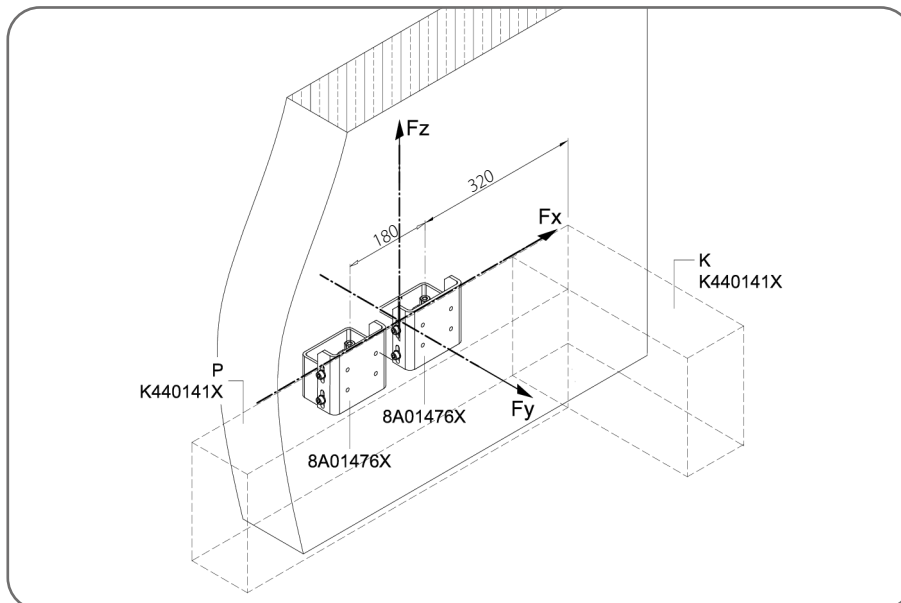

Abb. 6 Lineare Befestigungskonsolle 8A01476X
- Tiefe (ausdehnungsfähige Böden): Bei ausdehnungsfähigen Böden (Lehm, Ton, Löss, tonhaltiger Sand) muss die Unterseite des Fundaments unterhalb der lokalen Frostgrenze liegen, die für Polen im Bereich von 0,8 m bis 1,4 m festgelegt ist (gemäß Abb. 6).